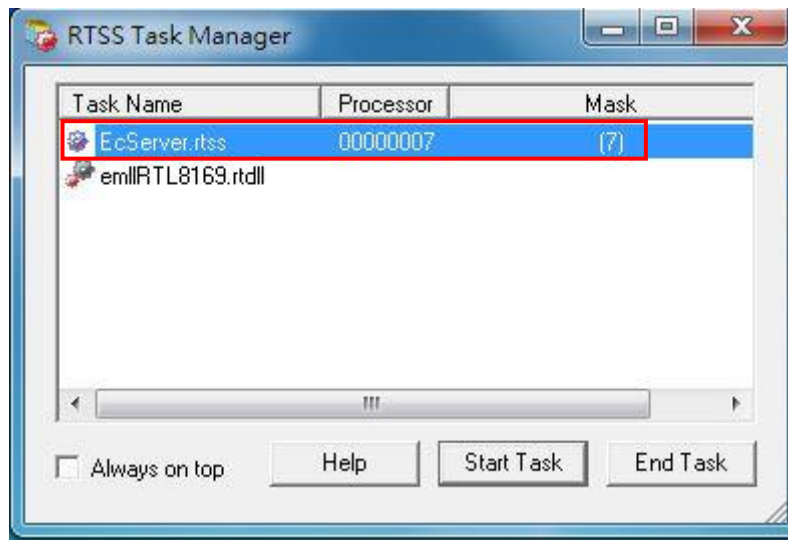

Figure 2.2.17 已成功啟動 EcServer
- Step 4：完成 EcServer 啟動的畫面，如 Figure 2.2.17 所示。